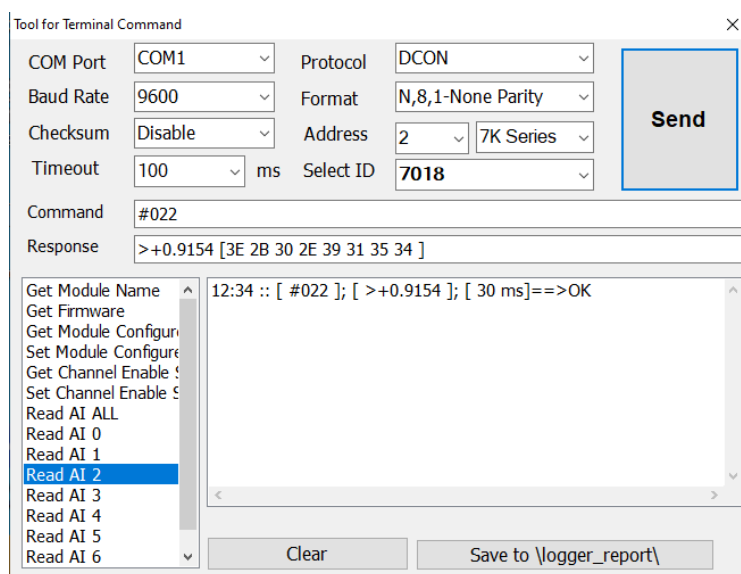

Рис. 4.10. Вікно з обраними параметрами для завдання команди вимірювання
4.2.4.2. Задати швидкість передачі – 9600; контрольну суму – *Disabled*; протокол – *DCON*; формат – *N,8,1*; – *None Parity*; адресу – 2; тип модулів – *7K Series*; тип модуля – *7018* (рис. 4.10).
4.2.4.3. У вікні (рис. 4.10) задати команду «*Read AI 2*», в полі «*Command*» з'явиться ASCII код команди - #022 (шістнадцяткові коди – 23 30 32 32, які передаються в лінію зв'язку) – зчитати сигнал з другого входу модуля.
4.2.5.4. Надіслати до модуля I-7018 команду #022 опитування входу *AI2*, натиснувши кнопку *Send* у вікні програми *Dcon* (рис. 4.10)
4.2.5.7. Опрацювати отримані зображення послідовних кодів, записавши відповідні двійкові коди, перетворити їх на шістнадцяткові. Порівняти отримані шістнадцяткові коди з відповідними кодами, висвітленими у вікні програми *Dcon* (рис. 4.10).